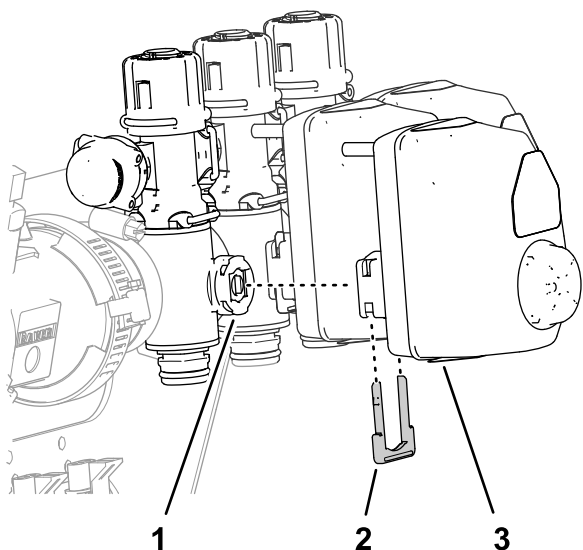

Figura 62
1. Rimuovete i 3 fermi che fissano i 3 attuatori delle valvole sulle valvole delle sezioni di sinistra, destra e centrale (Figura 62).
2. Rimuovete gli attuatori delle valvole dalle valvole delle sezioni di sinistra, destra e centrale (**Figura 62**).
10. Montate i 3 attuatori delle valvole sulle valvole di sezione di sinistra, destra e centrale (Figura 62) con i fermi che avete rimosso al passaggio 1.